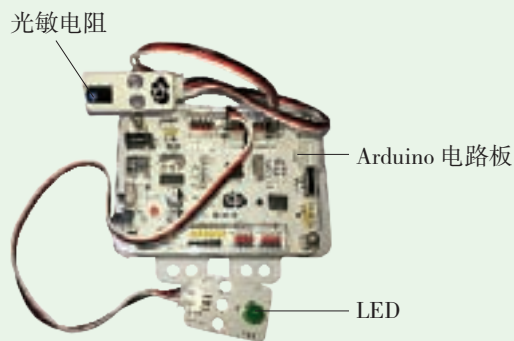

图2-31 Arduino电路板连接图
1. 如图2-31所示，将LED灯接在Arduino电路板的数字接口9，将光敏电阻接在数字接口3。（程序已经编写并下载。）